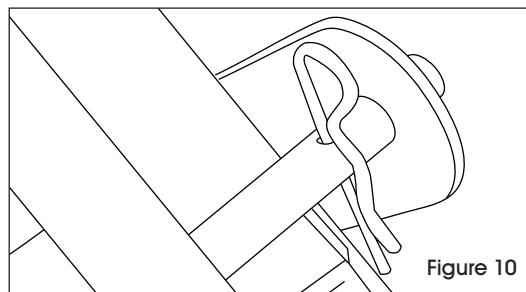

Figure 10
14. Insérez la goupille fendue dans le trou de la barre de charnière près du support de charnière droit. (Voir Figure 10)